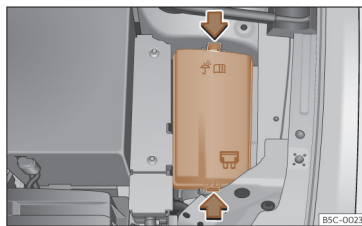

Fig. 212 No compartimento do motor: tampa da caixa de fusíveis.
- Pressione as patilhas de bloqueio para desbloquear a tampa da caixa de fusíveis >>> **Fig. 212**.